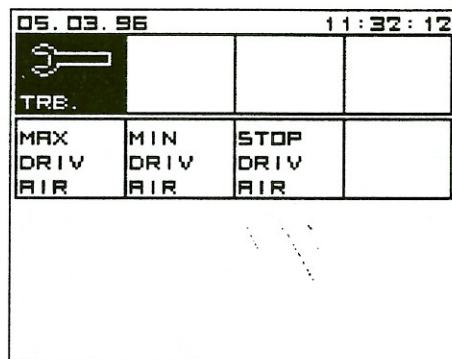

Abb. 20. Turbinenantrieb 1
- 2) Drücken Sie zweimal den P-Knopf und wählen Sie (Abb. 20): A2 für Maximum oder B2 für Minimum.
Unterdrücken Sie ein Rücksaugen von Speichel durch die Turbine bei C2 (Abb. 20). Sie können das Rücksaugen unterbinden, indem Sie bei A2 oder A4 so justieren, daß die Turbine sich gerade nicht dreht. Justieren Sie dies immer nach dem Austausch eines Proportionalventils.